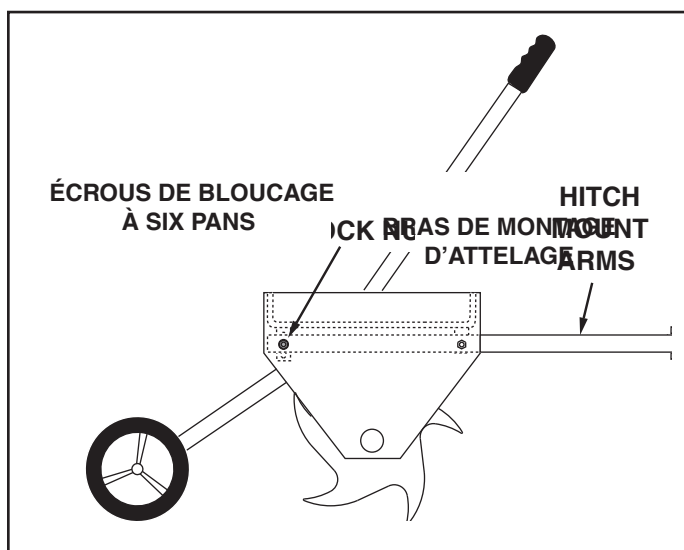

FIGURE 16
1. Pour mettre de niveau le plateau des crampons après avoir connecté l'aérateur à l'attelage du tracteur, desserrer les rondelles plates et les écrous à six pans attachant les bras de montage d'attelage aux supports à l'arrière du plateau. Mettre le plateau de niveau dans la mesure du possible, puis resserrer les écrous. Voir la figure 16.